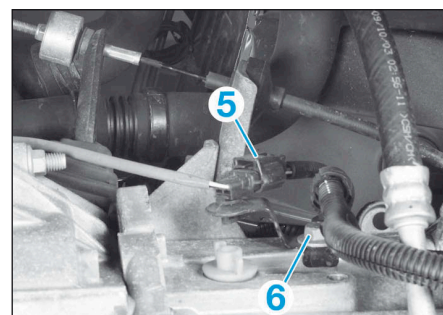

FIG.5
- Débrancher le connecteur (5) de la sonde lambda (Fig.5).
- Déposer la vis de fixation (6) de support du connecteur.